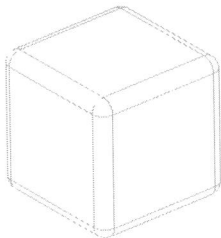

图1-7
7. 在【特征操作】工具条中单击【边倒圆】 按钮，弹出【边倒圆】对话框。在【设置 1R】输入框中输入“1.5”，然后选择实体所有边缘作为圆角边，最后单击 按钮创建边倒圆特征，结果如图 1-7 所示。